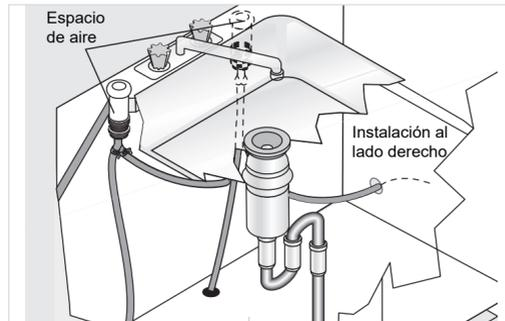

Figura 6
- Si conecta al desagüe del fregadero, los códigos locales podrían exigirle que instale un kit de espacio de aire, (no incluido). La manguera de drenaje debe ir del lavavajillas a la entrada del espacio de aire tal como se ilustra en la figura 6. El kit del espacio de aire puede obtenerse en un negocio de artículos para fontanería.